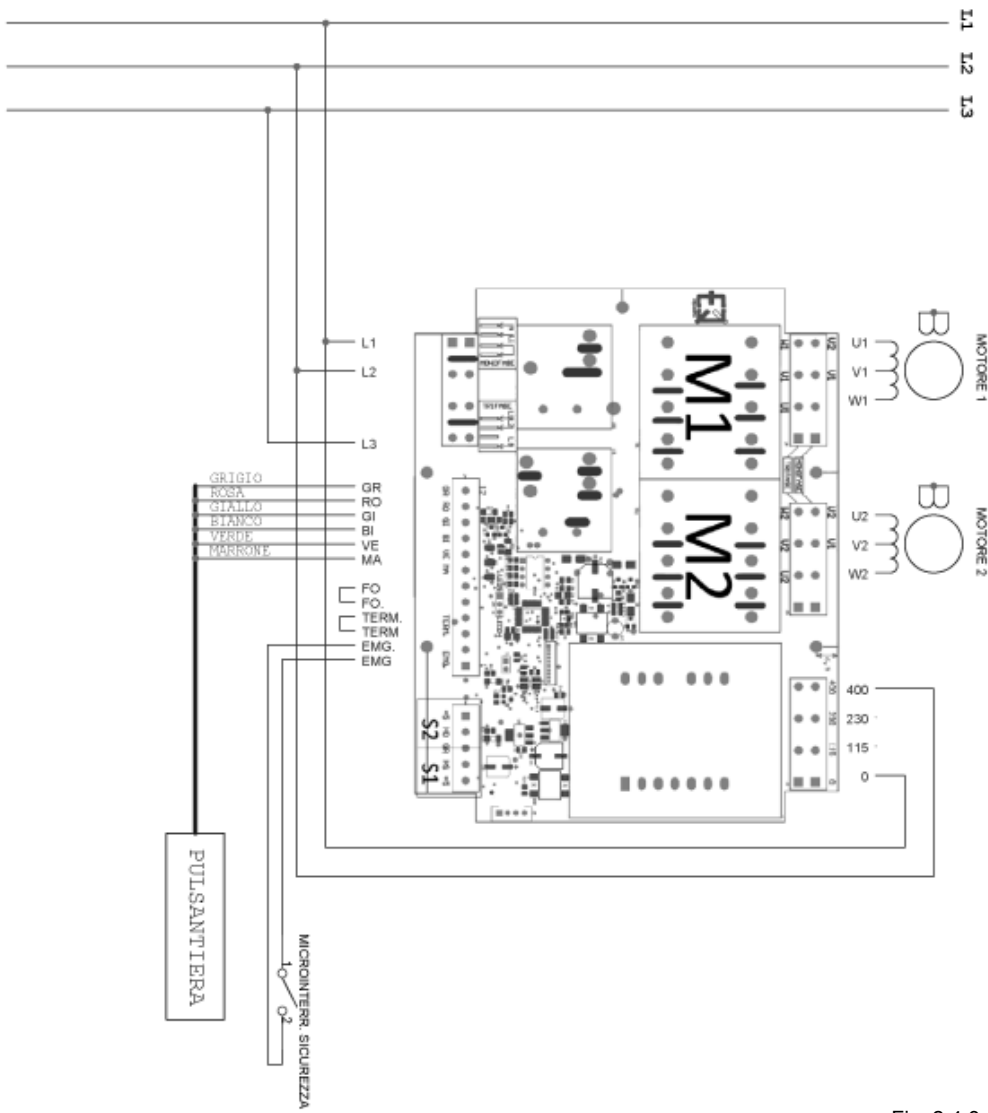

Fig. 2.4.3
2.4.3 - Esquema elettrico trifase mandos inox (Fig. 2.4.3)